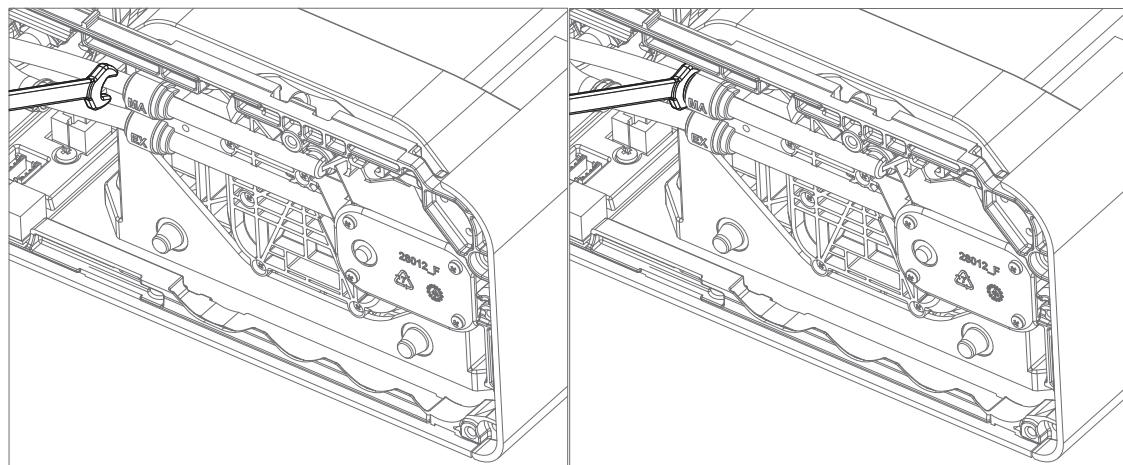

Рис. 7-11: Демонтаж трубок
- Чтобы отсоединить трубы, нажмите на черную кнопку разблокировки отверткой или гаечным ключом, как показано на рисунке, одновременно потянув трубку (Рис. 7-11).